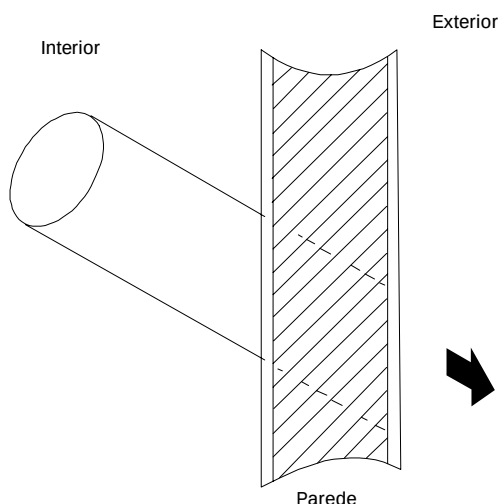

Figura 2
1. Faça um furo na parede para a passagem das tubulações e da fiação através de um tubo de PVC adquirido localmente. O furo deve ser levemente inclinado para o exterior (Figura 2).